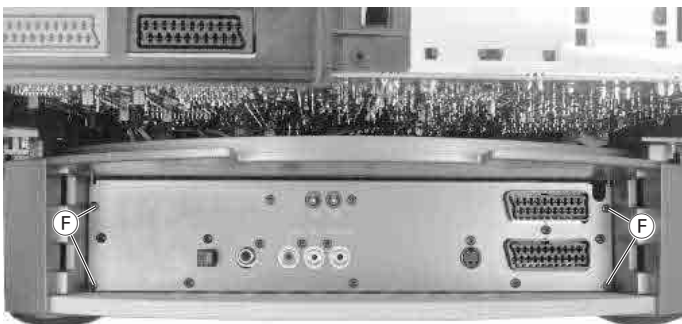

Fig. 7
- 4 Schrauben ⑥ (Fig. 7) herausschrauben, das DVD-Netzteil vorsichtig herausnehmen.
- Undo 4 screws ⑥ (Fig. 7), take the DVD power supply unit carefully out.